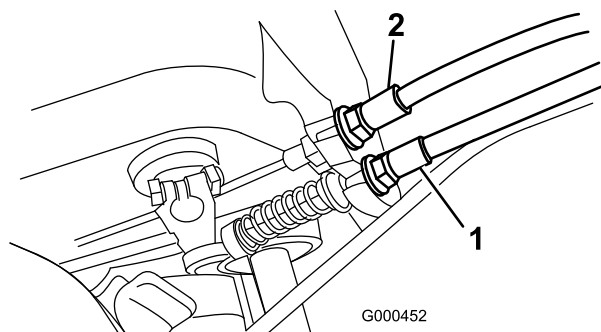

Figure 42
2. Pour accroître la tension du câble, desserrez l'écrou de blocage avant et serrez l'écrou de blocage arrière (Figure 42) jusqu'à ce qu'une force de 5,4 à 7,3 kg soit requise pour engager la transmission aux roues.